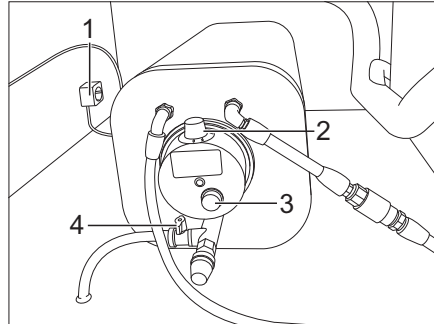

Bild 174 Boiler
- Rotes Entleerungsventil (Bild 174,4) schließen.
- Boiler an der 230-V-Steckdose (Bild 174,1) einstecken.
- Boiler einschalten (Bild 174,2).
Die rote Kontroll-Leuchte (Bild 174,3) am Boiler leuchtet.
- Thermostat (Bild 174,2) laut Herstellerangaben einstellen.
- Rotes Entleerungsventil (Bild 174,4) öffnen.